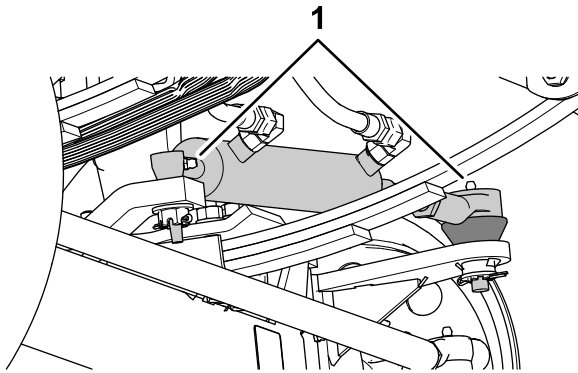
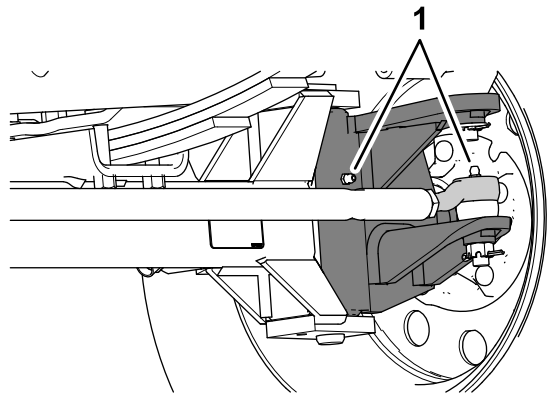

Figure 62
Figure 63
1. Essuyez les graisseurs (Figure 62 et Figure 63).
- Injectez de la graisse dans les graisseurs (Figure 62 et Figure 63).
Remarque: Les emplacements des graisseurs sont illustrés à la Figure 62.